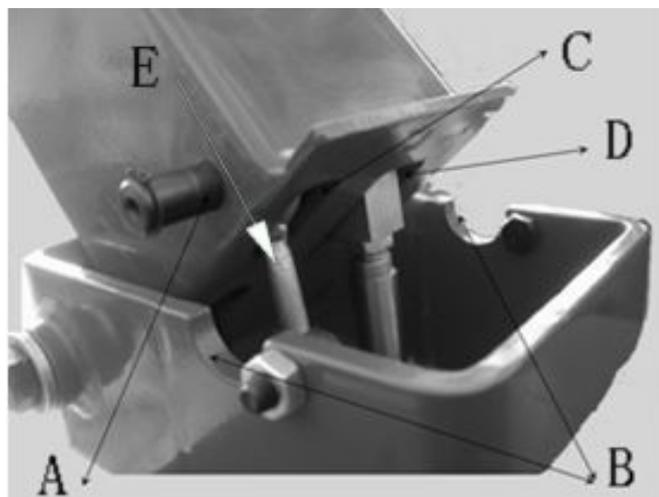

図 4-6
4.2.9 柱の前方下部の $\Phi 16$ 穴(図 4-6 A)を上部シート上の半円形の穴(図 4-6 B)に併せます。